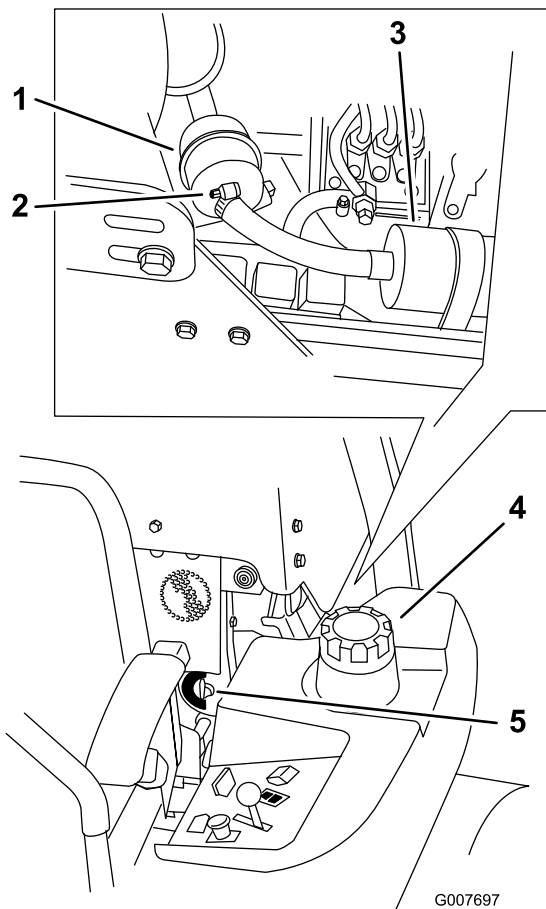

Bild 51
4. Schließen Sie den Kraftstoffhahn (Bild 51).
5. Lösen Sie die zwei Schlauchklemmen und schließen Sie die Kraftstoffleitungen vom Kraftstofffilter ab (Bild 51).
6. Bringen Sie einen neuen Filter an. Schließen Sie die Kraftstoffleitungen am Kraftstofffilter an und montieren Sie die zwei Schlauchklemmen (Bild 51).